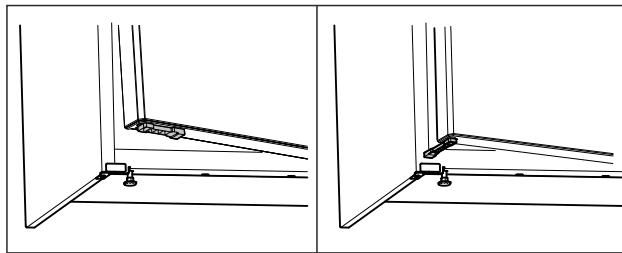

Fig. 63\*
- ▶ Fordítsa el 90°-kal az ajtó nyitáskorlátozó elemét. (lásd Fig. 63) \*